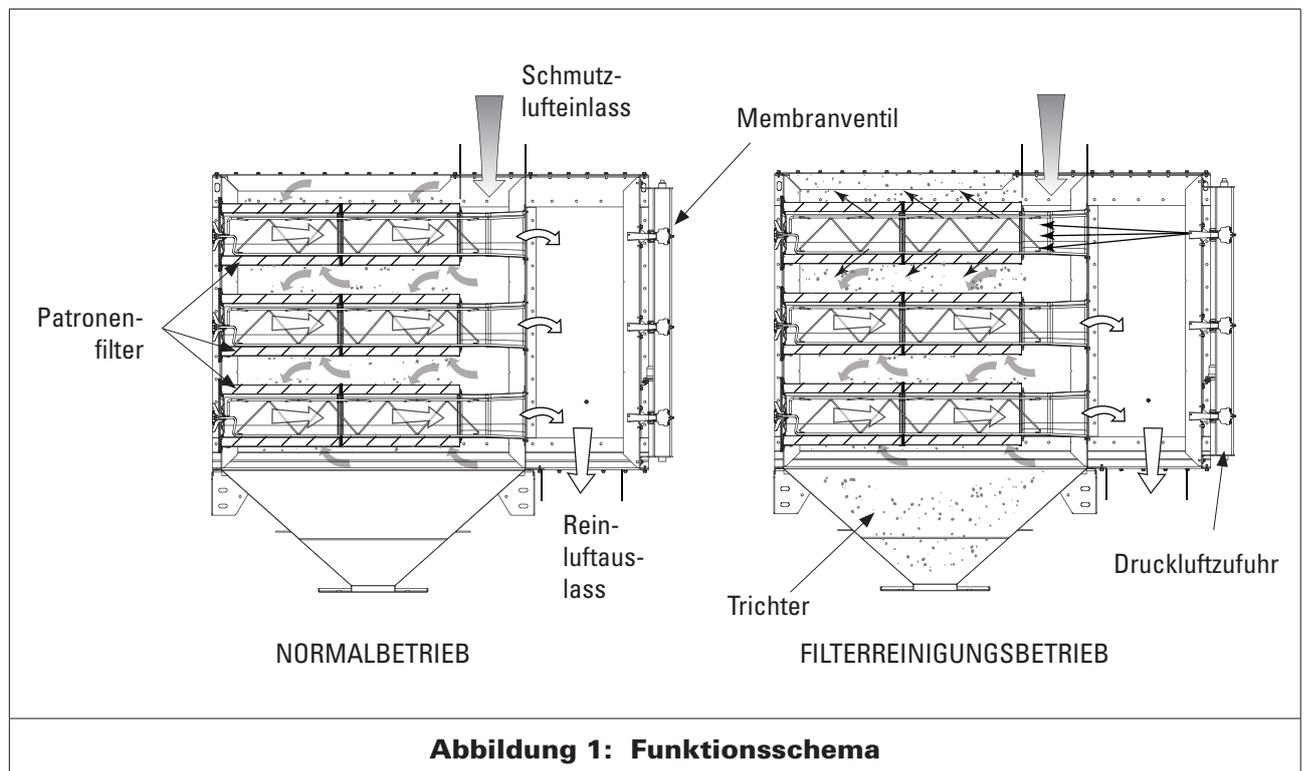

Abbildung 1: Funktionsschema
- Entleerung der Staubabsaugung (Abb. 1, Seite 8)